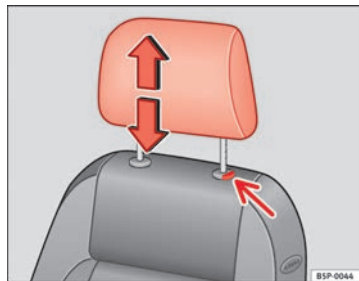

Fig. 73 Réglage ou dépose de l'appuie-tête
- Appuyez sur le bouton → fig. 73 (flèche).